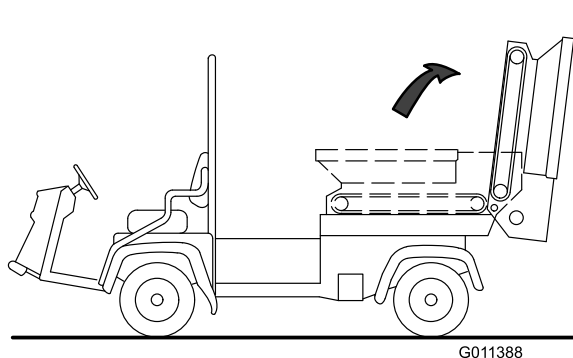

図 33
5. ホッパーを後ろに傾けて、壁やはしごなどで支える傾けたままで支えずにおくと機体後部に強い力がかかってブラシや油圧カップラが破損するので、必ず適切な支えを入れること 図 33。
重要 ホッパーは必ず垂直よりも後ろに傾けて壁などにもたれさせ、不意に落ちてくることがないようにしてください 図 33。